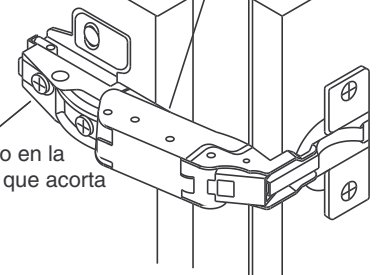
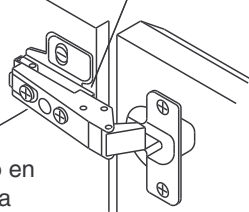

Fig. 10
Fig. 11
3. Compruebe la puerta para saber si hay la alineacion apropiada. Si la puerta necesita ser ajustada por favor refiera a los procedimientos de ajuste adentro Fig. 10 y Fig. 11. Los bordes de la puerta se deben alinear con los bordes del cuerpo y deben caber uniformemente a la cara del cuerpo.